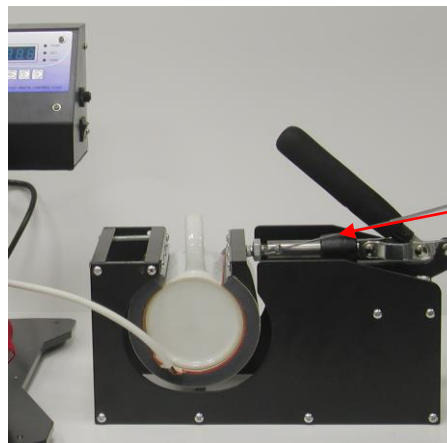

Рис. 13
- Отрегулируйте давление с помощью регулировочного винта, показано на **рис. 13**. Соблюдая меры предосторожности, не прикасаясь к нагревателю установите кружку с бумагой. Следите за тем, чтобы край кружки располагался на 2-3 мм от края нагревательного элемента.